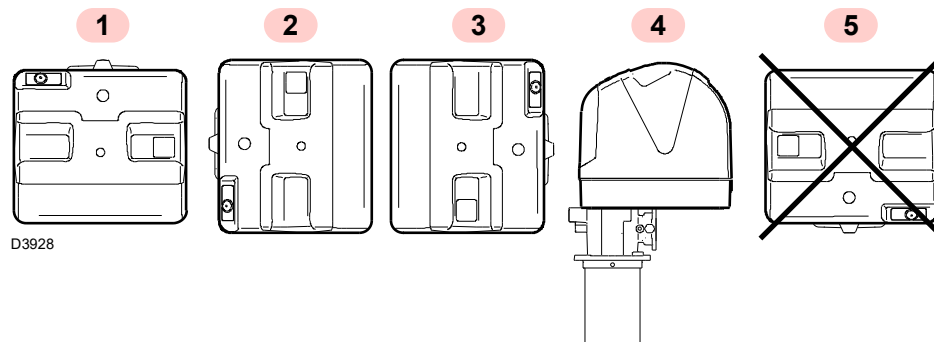

Fig. 8
- Brænderen er udelukkende beregnet til funktion i positionerne 1, 2, 3 og 4 (Fig. 8).